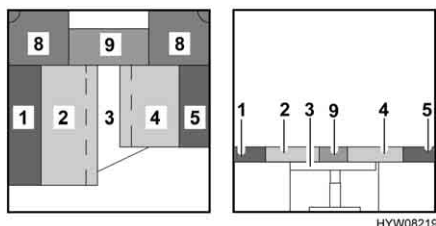

Fig. 71 Durante la trasformazione
- Ruotare i due cuscini del divano angolare (Fig. 71,8) di 180°.
- Posizionare i cuscini del divano (Fig. 71,2 e 4) al centro.
- Posizionare i cuscini dello schienale (Fig. 71,1 e 5) tra i cuscini del divano (Fig. 71,2 e 4) e la parete esterna.